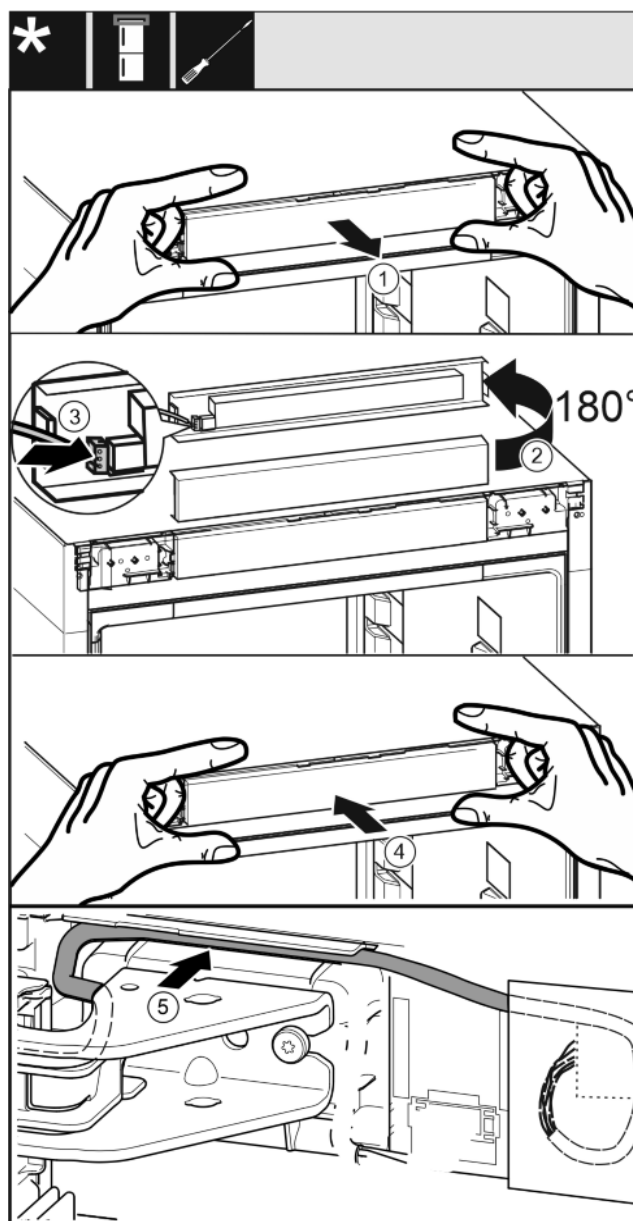

Fig. 34
- ▶ Осторожно извлеките фальшпанель. Fig. 34 (1)
- ▶ Поверните элемент вверх на 180°. Fig. 34 (2)
- ▶ Зафиксируйте штекер на фальшпанели. Fig. 34 (3)
- ▶ Снова зафиксируйте фальшпанель на устройстве. Fig. 34 (4)
- ▶ Осторожно проложите серый кабель в направляющей над верхним опорным кронштейном. Fig. 34 (5)